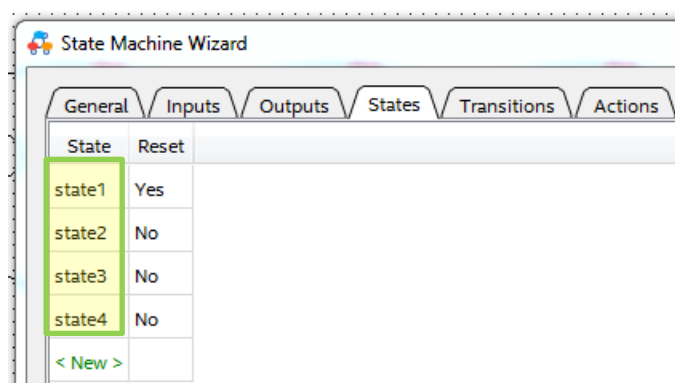

Рис. 18 Задание состояний конечного автомата
4.6. На вкладке **States** кликните левой кнопкой мыши по надписи «**New**» в колонке **State** и введите имена состояний автомата **state1**, **state2**, **state3**, **state4** (рис. 18). В колонке **Reset** определено, что по активному сигналу **reset** автомат перейдет в состояние **state1**.